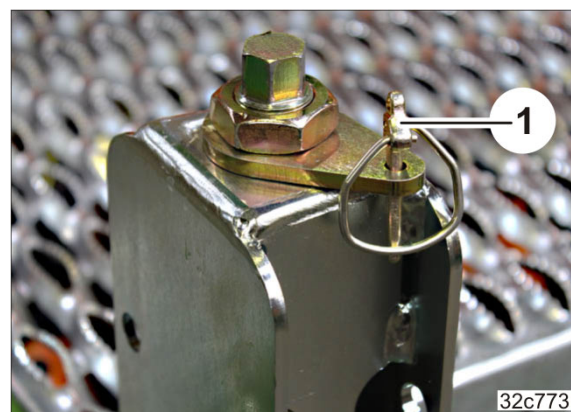

Fig. 185
4. Sécurisez le réglage avec une goupille d'arrêt (Fig. 185/1).